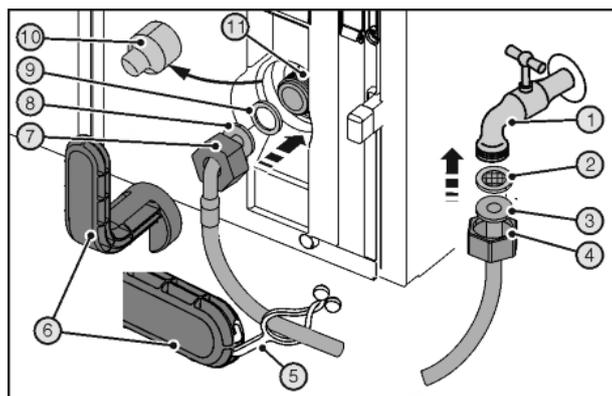

Fig. 41
Опасность травмирования. Резаные раны из-за поломанного вспомогательного инструмента Fig. 41 (6).
▶ Вспомогательный инструмент Fig. 41 (6) использовать только при комнатной температуре.
- ▶ До конца сдвинуть гайку Fig. 41 (4) через прямой конец шланга Fig. 41 (3) и удерживать.
- ▶ Вставить ситовую ловушку Fig. 41 (2) в гайку Fig. 41 (4).
- ▶ Ситовая ловушка Fig. 41 (2) прилегает к прямому концу шланга Fig. 41 (3) и слегка поддерживается.
- ▶ Подсоедините к запорному крану Fig. 41 (1) гайку Fig. 41 (4) с расположенной на прямом конце шланга Fig. 41 (3) ситовой ловушкой Fig. 41 (2).
- ▶ Временным открытием запорного крана Fig. 41 (1) подачи воды удалить воздух из водопровода и заполнить водой. Шланг для этого держать в ведре.
- ▶ Снять крышку Fig. 41 (10).
- ▶ До конца сдвинуть гайку Fig. 41 (7) через конец шланга в виде угла Fig. 41 (8) и удерживать.
- ▶ Смочить уплотнение Fig. 41 (9) и вдавить в гайке Fig. 41 (7) на конце шланга в виде угла Fig. 41 (8).
- ▶ Уплотнение Fig. 41 (9) прилегает к концу шланга в виде угла Fig. 41 (8) и слегка поддерживается.
- ▶ Подсоедините к электромагнитному клапану Fig. 41 (11) гайку Fig. 41 (7) с расположенным на изогнутом в виде угла конце шланга Fig. 41 (8) уплотнением Fig. 41 (9).
- ▶ Затяните подключения с помощью вспомогательного инструмента Fig. 41 (6) по часовой стрелке, пока не будет достигнут максимальный момента затяжки и вспомогательный инструмент Fig. 41 (6) начнет прокручиваться.
- ▶ Откройте запорный кран Fig. 41 (1) системы подвода воды и проверьте герметичность всей водяной системы.
- ▶ Зацепить накладку Fig. 41 (5) в вспомогательном инструменте Fig. 41 (6) и для хранения закрепить на шланге из высококачественной стали.